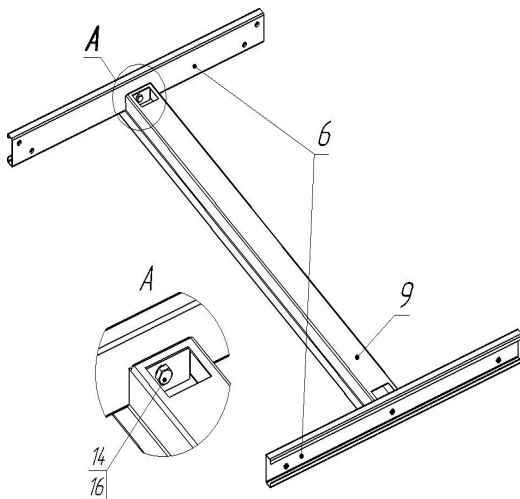

Рис. 3
2.3.3. Собрать между собой балку опорную 9 и балки поперечные 6 при помощи болтов 14 и пружинных шайб 16 (рис. 3).